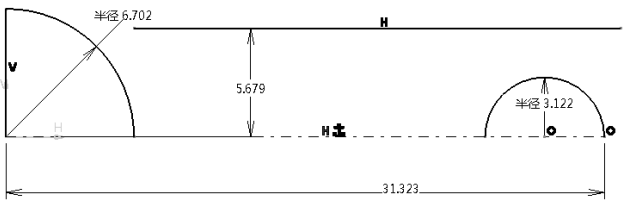

图 2-42 绘制已知线段
2) 单击“直线”按钮，绘出一条水平线。单击“重新限定”工具栏中的“快速修剪”按钮，修剪掉多余线段。单击“约束”按钮，标注尺寸，结果如图 2-42 所示。